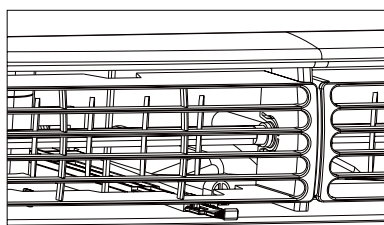

Figure 1 (ÉVENT FERMÉ)
- Faire recirculer l'air à l'intérieur de la pièce – évent fermé (voir Fig. 1)